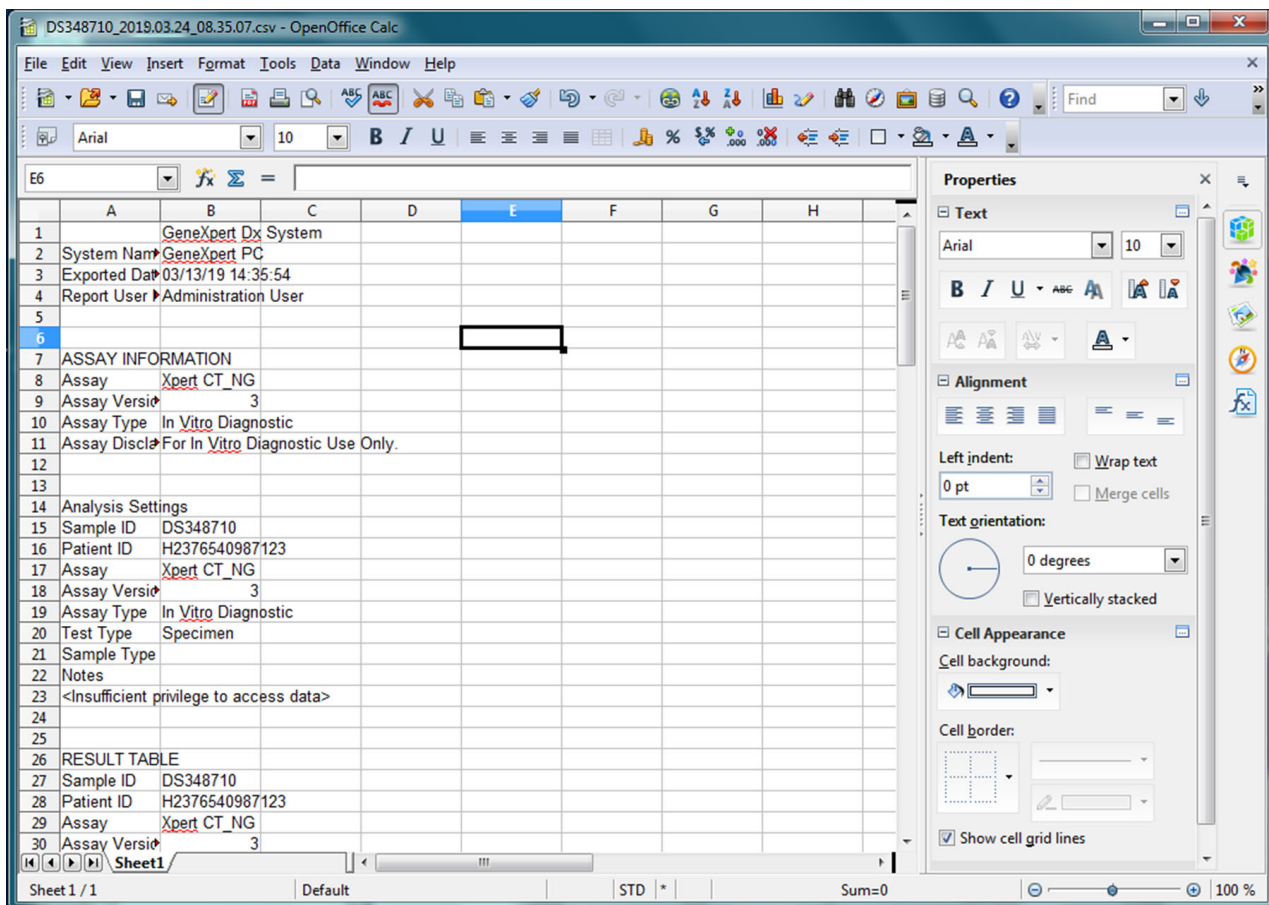

Figura 5-68. Exemplo de resultados de teste exportados
8. Clique na caixa de verificação à esquerda do **Default value (Valor predefinido)** e clique em **OK** para fechar a caixa de diálogo. As larguras das colunas serão ajustadas e o ficheiro será formatado, conforme se indica na figura 5-68. Clique em qualquer local nas colunas em branco para desmarcar a selecção das células azuis e tornar as células brancas novamente.